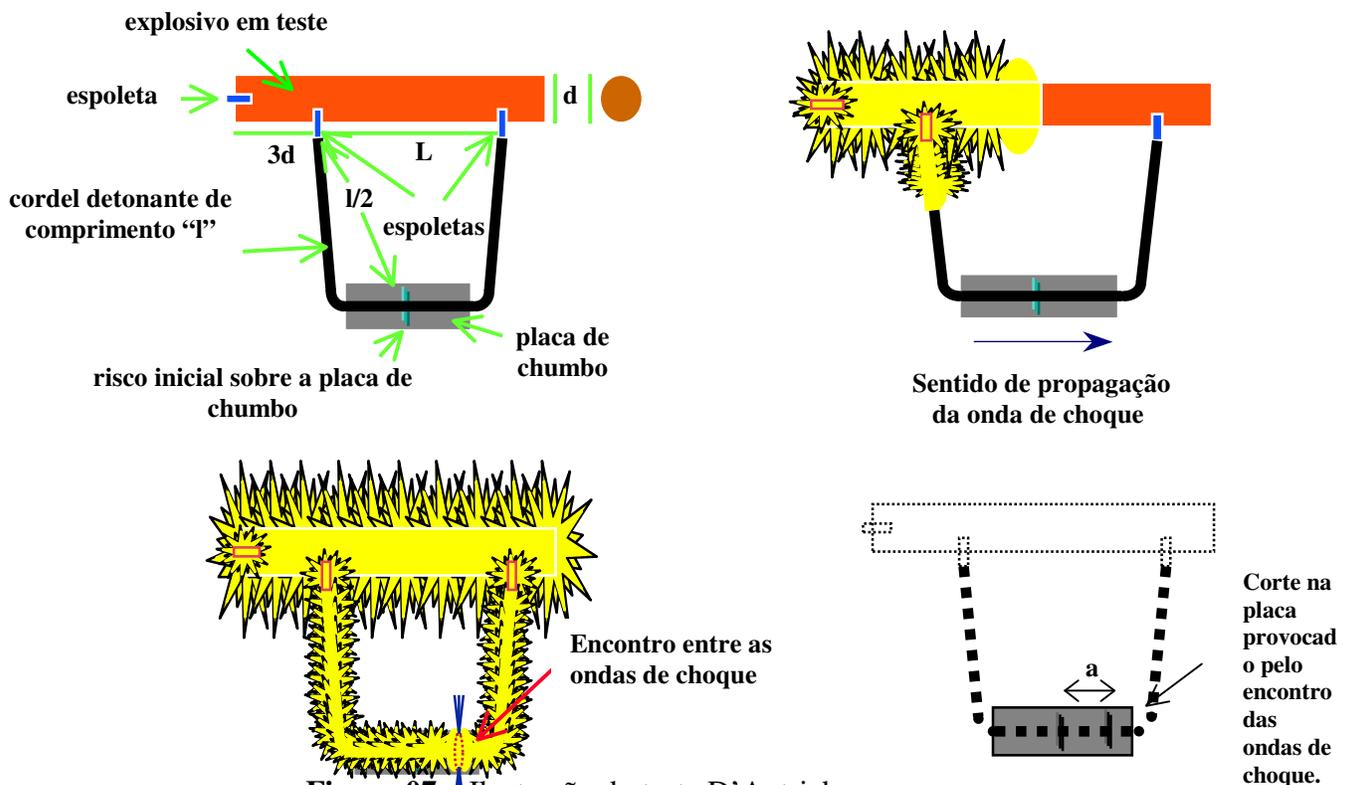

Figura 07 - Ilustração do teste D'Autriche
- **Velocidade de detonação** é a velocidade em que ocorre a detonação de um explosivo. Pode ser medida através do teste D'Autriche (Figura 07) em que um cordel detonante de comprimento "l" e velocidade de detonação conhecida é fixado sobre uma placa de chumbo e tem suas extremidades conectadas a espoletas posicionadas em dois pontos do explosivo teste separados pela distância "L". Em uma das extremidades do explosivo teste é conectada uma espoleta que, ao ser iniciada, dá origem a uma onda de choque, que se propaga pelo corpo do explosivo iniciando, sequencialmente, as espoletas do cordel detonante, dando origem, assim, a duas ondas de choque no cordel com sentidos de propagação opostos. Essas ondas de choque se encontrarão em um ponto qualquer da placa de chumbo a uma distância "a" do ponto "l/2". Após a detonação calcula-se a distância "a" e, a partir deste valor, se calcula a velocidade de detonação do explosivo teste.
Na figura 07: